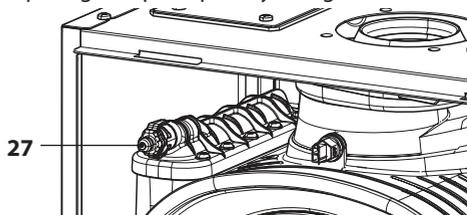
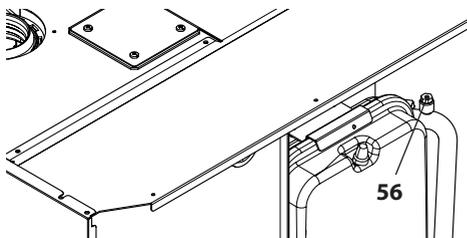

Figura 6.4
Figura 6.5
- Antes de aflojar el racor de purga del intercambiador primario de condensación 27 en la Figura 6.4, conecte un tubo de desagüe al portagoma para que fluya el agua de salida.
- Afloje el purgador del serpentín del acumulador 56 (Figura 6.5).
- Llene la instalación de calefacción (véase la sección "Llenado del circuito de calefacción" en la página 20) y vuelva a cerrar el racor de purga del intercambiador primario de condensación 27 en la Figura 6.4 y el purgador del serpentín del acumulador 56 en Figura 6.5 cuando empiece a salir agua de ellos. Quite el tubito de desagüe.